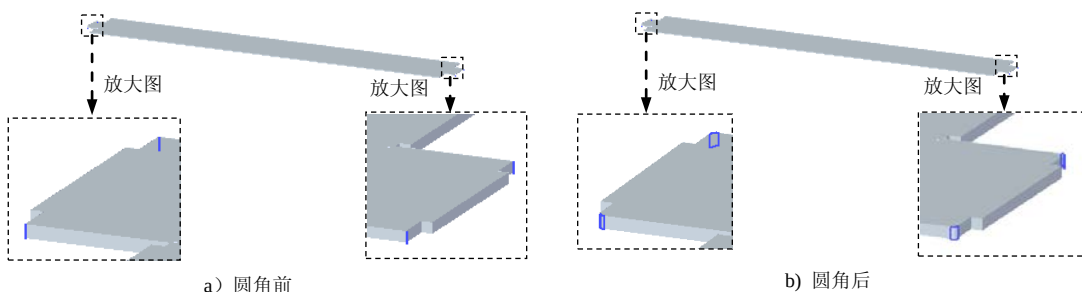

图 8.13.156 倒角特征 1
(4) 单击命令条中的完成按钮, 完成特征的创建。
Step9. 创建图 8.13.156 所示的倒角特征 1。
(1) 选择命令。单击“主页”功能选项卡“钣金”工具栏中的倒角按钮。